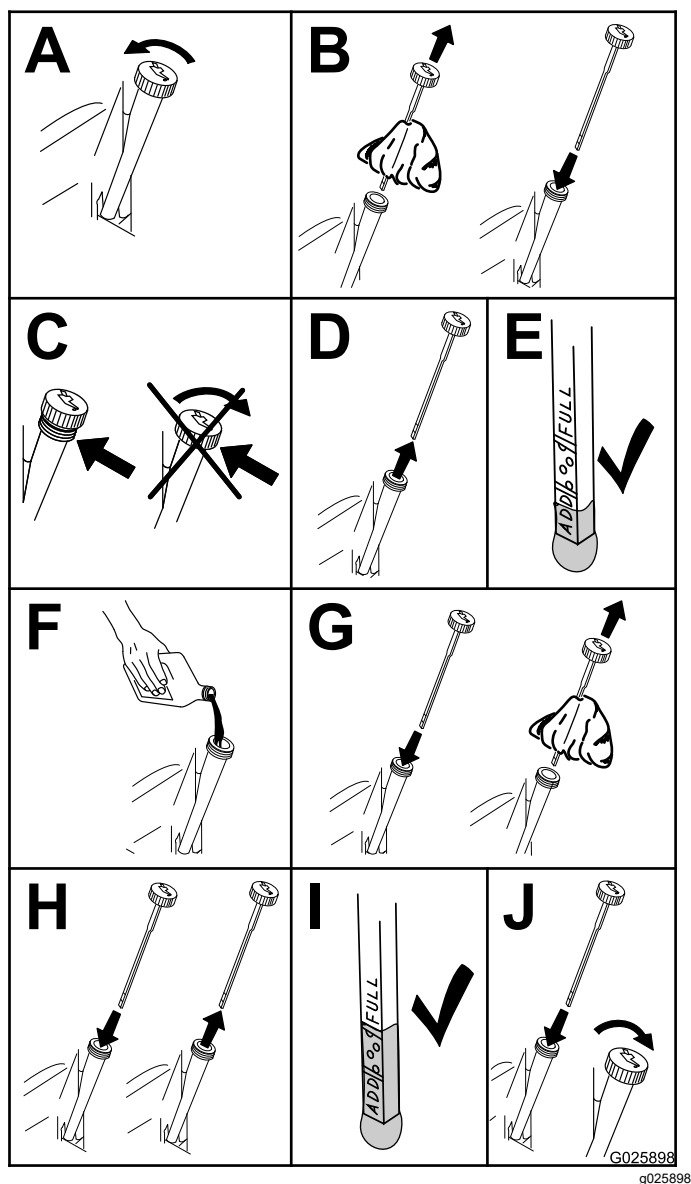

Figure 13
3. Contrôlez le niveau d'huile moteur, comme montré à la Figure 13.